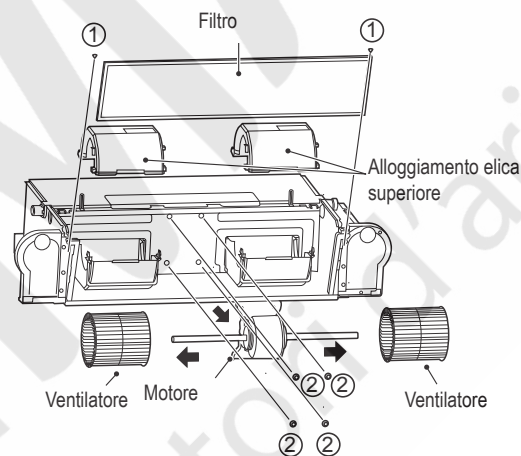

Figura 4-5 Rimozione delle viti del filtro, della voluta superiore e del motore
- c) Come mostrato in Figura 4-5, rimuovere le viti ① *2 per estrarre il filtro. Dopodiché, rimuovere la voluta superiore.